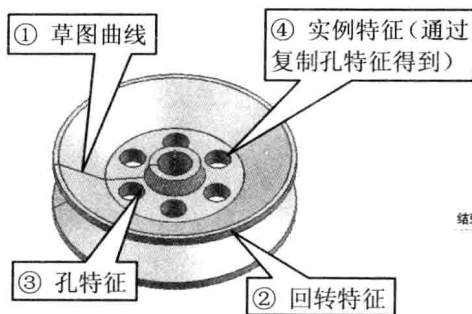

图 1-1 利用特征叠加的方式创建模型
- **基于特征的建模方法:** UG 将一些具有代表性的几何形状定义为“特征”,比如拉伸、回转、孔、实例、抽壳等,用户可根据模型的形成过程将这些特征按照其形成顺序进行叠加,以此创建模型。例如,图 1-1 所示模型按照“草图曲线 → 回转特征 → 孔特征 → 实例特征”的顺序叠加而成。